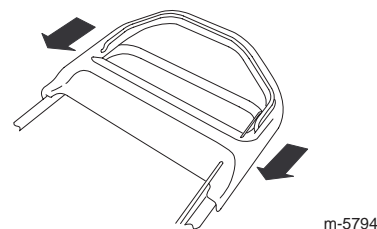

Figure 2
5. Poussez le mancheron complètement vers l'intérieur (comme illustré à la Figure 2) et couchez le mancheron sur une surface plane.